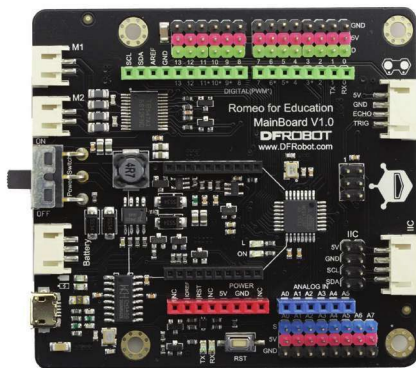

图 1-3 Romeo
Arduino 是一种开源软、硬件^①，世界各地的人们根据不同的需要，开发出了以 Arduino 技术为标准的各种类型的控制板产品，如图 1-3 所示是 Arduino 控制板中的一种，名字叫作 Romeo。